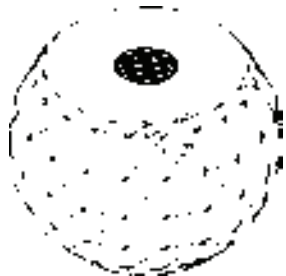

图 11-30 差集结果
6) 布尔运算处理。单击“实体编辑”工具栏中的“差集”按钮, 从主体中减去上步绘制的扫掠实体, 差集消隐后结果如图 11-30 所示。